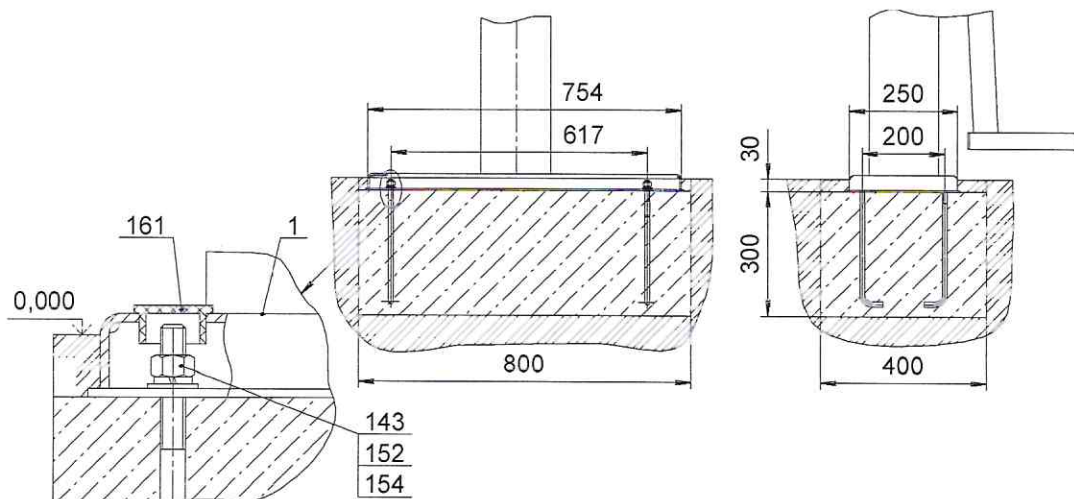

Рис. 3
- Установить в приямки болты анкерные (поз.50) по размерам на рис.3. Произвести заливку приямков бетоном. Поверхность бетона выровнять горизонтально по уровню.
Установить тренажер на анкерные болты и закрепить, установить заглушки поз.161 (рис.3).